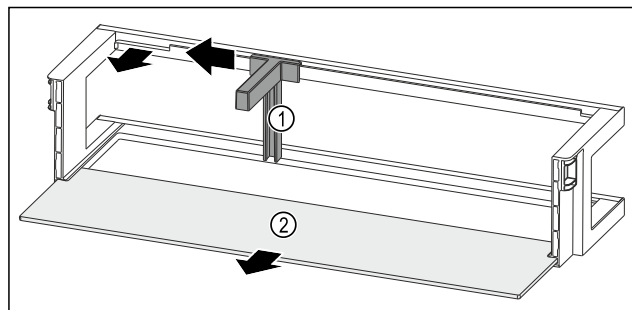

Fig. 240 Лотки на дверцятах із тримачем пляшок і полицею
- Пересуньте тримач пляшок Fig. 240 (1) у бік до пазу.
- Вийміть тримач пляшок Fig. 240 (1).
- Дістаньте полицю Fig. 240 (2).